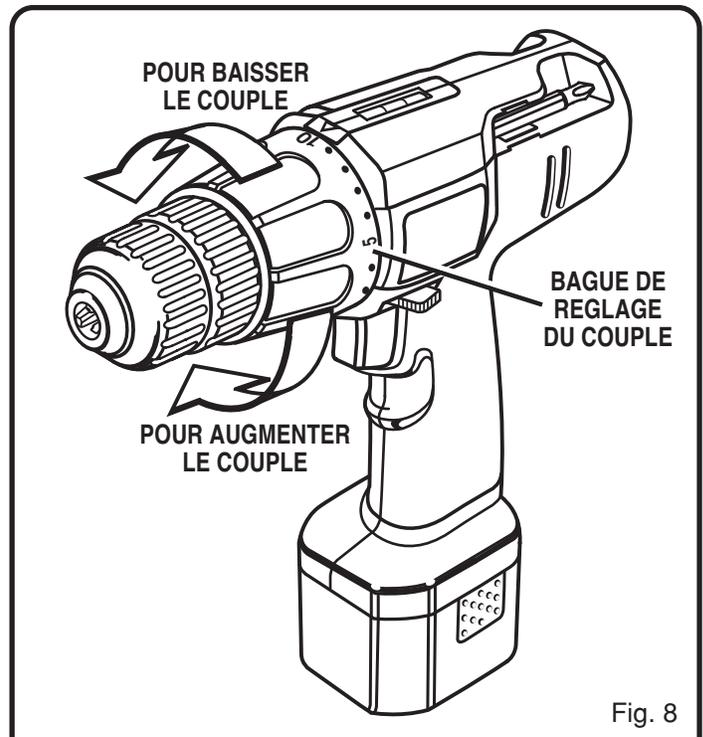

Fig. 8
Réglez le couple en tournant l'anneau de réglage du couple. Voir la figure 8. Le couple est plus important quand l'anneau de réglage est réglé à une valeur supérieure. Il est moindre quand l'anneau de réglage est réglé à une valeur inférieure.
- Repérez l'indicateur de couple à 24 positions situé sur l'avant de votre perceuse. Voir la Figure 8.